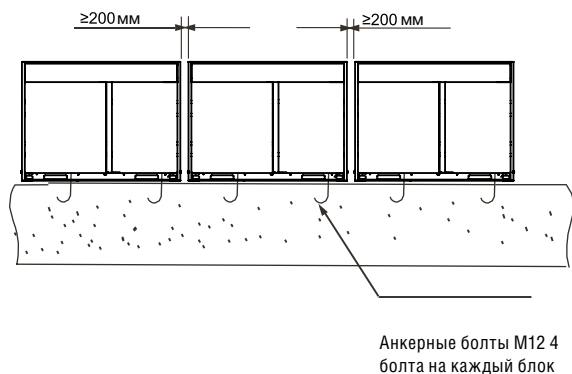

Рис. 4-4
- Расстояние между соседними наружными блоками должно составлять не менее 100 мм, как показано на рис. 4-4.